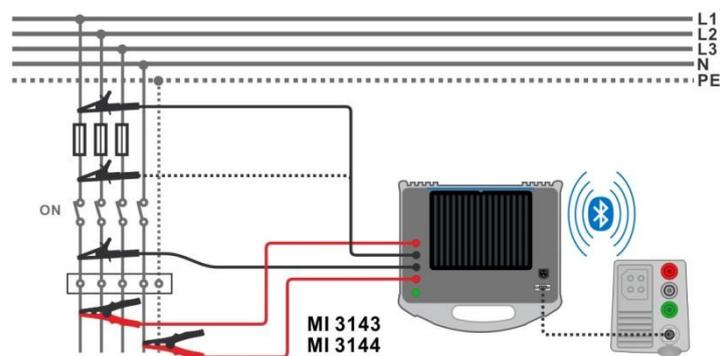

Abbildung 7.65: Hochstrom Widerstandsmessung
- › Schließen Sie die Prüfleitungen am Prüfling an. Siehe **Abbildung 7.65**.